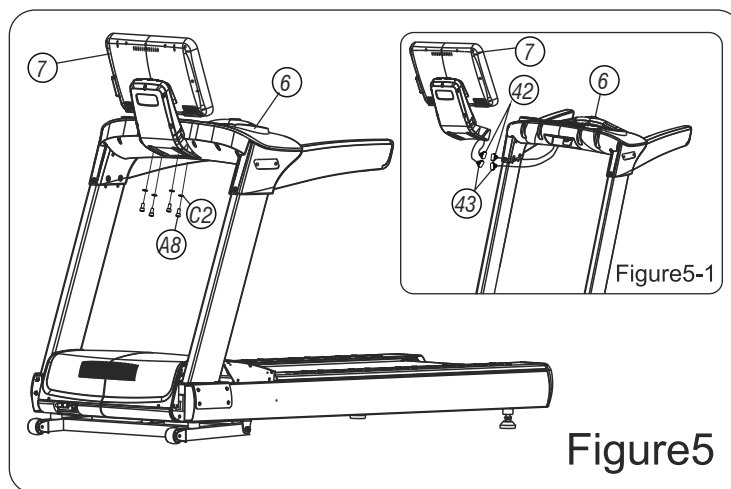

Figure5
B. Verbinden Sie den Bildschirm (7) mit dem Lenker und dem Steuergerät (6) mit 4 Sätzen halbrunder Schrauben M10 x 20mm (A8), Unterlegscheiben  $\phi 10$ (C2) (Achtung: Schraubenloch ausrichten) (siehe Abbildung 5)
B. Connect the display screen (7) to handlebar and controller (6) using 4 sets of Half-round bolt M10 x 20mm (A8), Flat washers  $\phi 10$ (C2). (Attention: To align screw hole)(See figure 5)